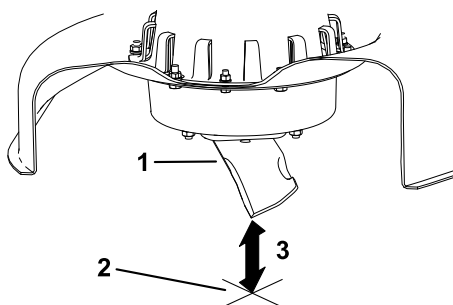

Figure 32
5. Mesurez la distance entre la pointe de la lame et la surface plane (Figure 32).